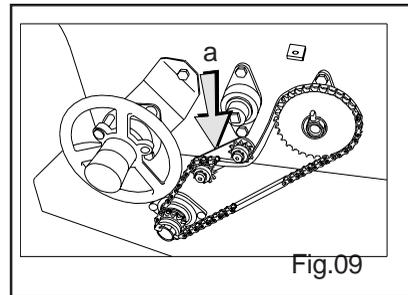

Fig.09
- Afrouxe o parafuso fixador do esticador de corrente (Fig.09 “a”)